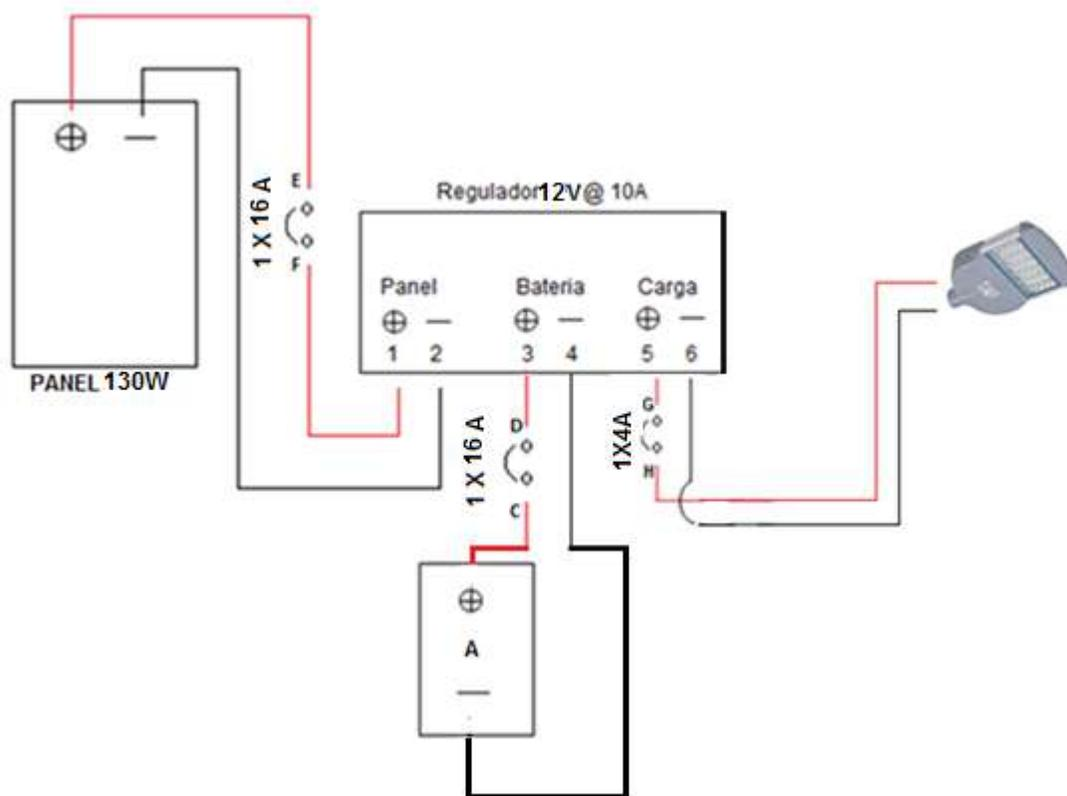

Imagen 3
- Conecte (X) Mts de cable rojo desde el polo positivo (⊕) del panel, hasta la bornera (E) del breaker de 1x16A,y desde la bornera (F), hasta la bornera positiva (1) del regulador. Lo mismo se realiza conectando el cable blanco entre el polo negativo (-) del panel y la bornera negativa (2) del regulador.
Paso 3: conecte la lámpara como se ilustra en la imagen 3.